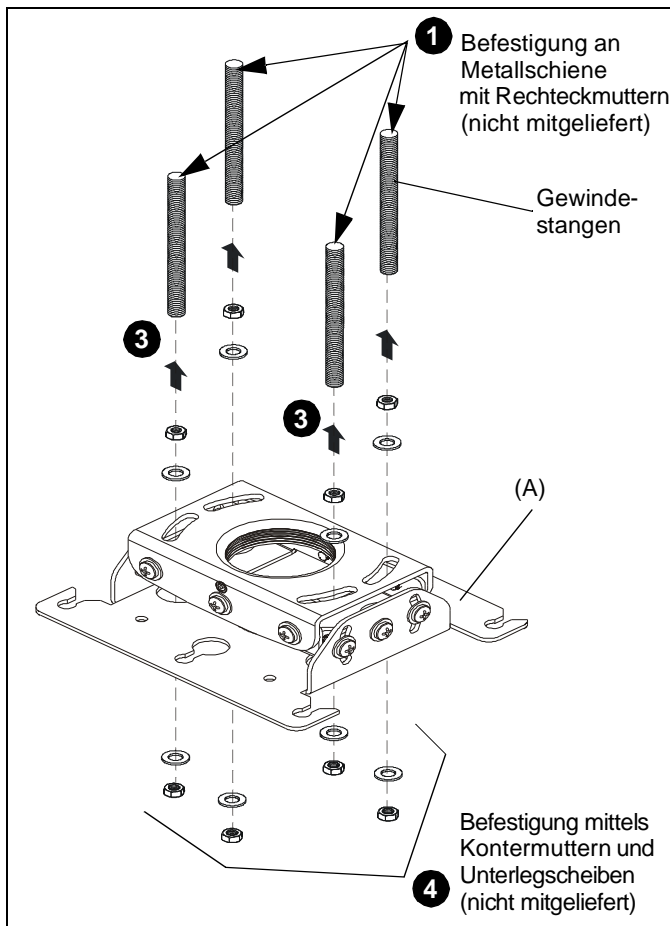

Abb. 6
1. Befestigen Sie jeweils ein Ende der vier (nicht mitgelieferten) Gewindestangen am Bauteil. (Siehe Abb. 6)
2. Montieren Sie jeweils eine (nicht mitgelieferte) 1/4-20-Kontermutter und eine (nicht mitgelieferte) 1/4"-Unterlegscheibe an jede Gewindestange. (Siehe Abb. 6)
3. Befestigen Sie die RPE an den Gewindestangen, indem Sie die Stangen in die vier Schlitze oben auf der RPE schieben. (Siehe Abb. 6)
4. Befestigen Sie die Gewindestangen mit jeweils einer (nicht mitgelieferten) 1/4-20-Kontermutter und einer (nicht mitgelieferten) 1/4"-Unterlegscheibe an die RPE. (Siehe Abb. 6)